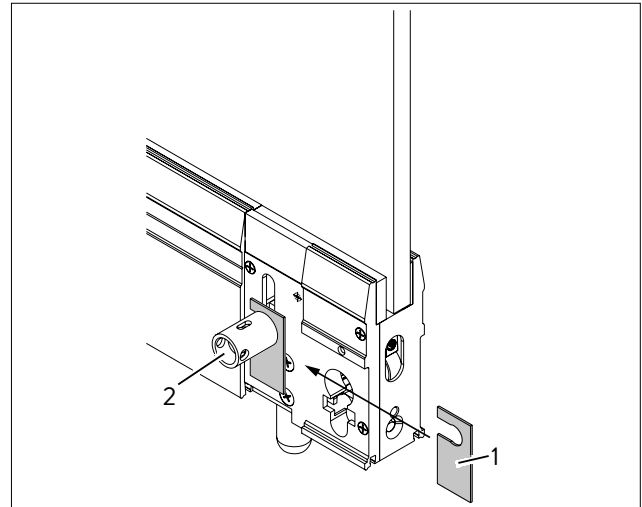

Abb. 30 Blende montieren
8. Blende (Abb. 30/1) hinter der Hülse (Abb. 30/2) auf die Achse stecken.